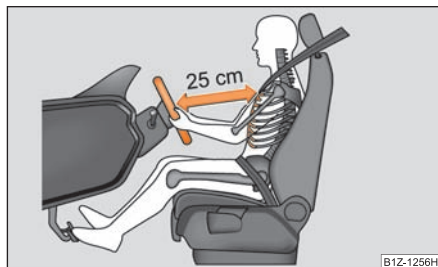

Fig. 167 La distancia correcta entre el conductor y el volante
- Ajuste el volante de tal modo, que la distancia entre el volante y el esternón sea, como mínimo, de 25 cm ⇒ **fig. 167**.
- El conductor se ha de mantener a una distancia mínima de 25 cm del volante ⇒ **fig. 167**. Si no respeta la distancia mínima, el sistema de airbag no podrá protegerle - ¡Peligro de muerte!